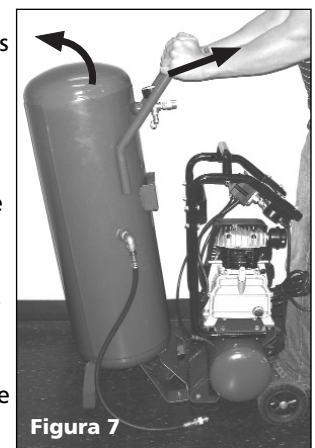

Figura 7
2. Incline hacia atrás y deslice hacia adelante el tanque grande de manera que los pasadores de montaje del tanque grande entren en los orificios del tanque pequeño (Figura 7).